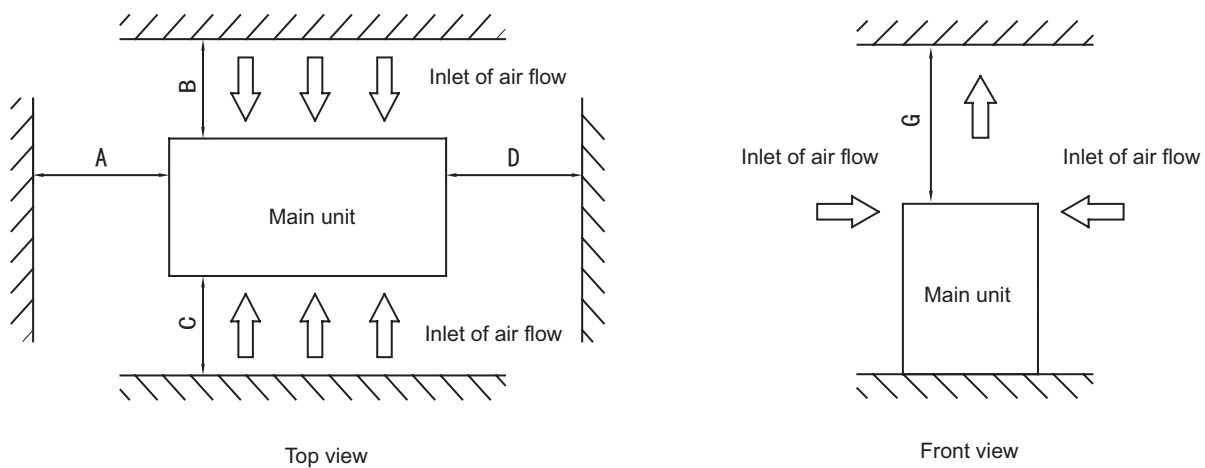
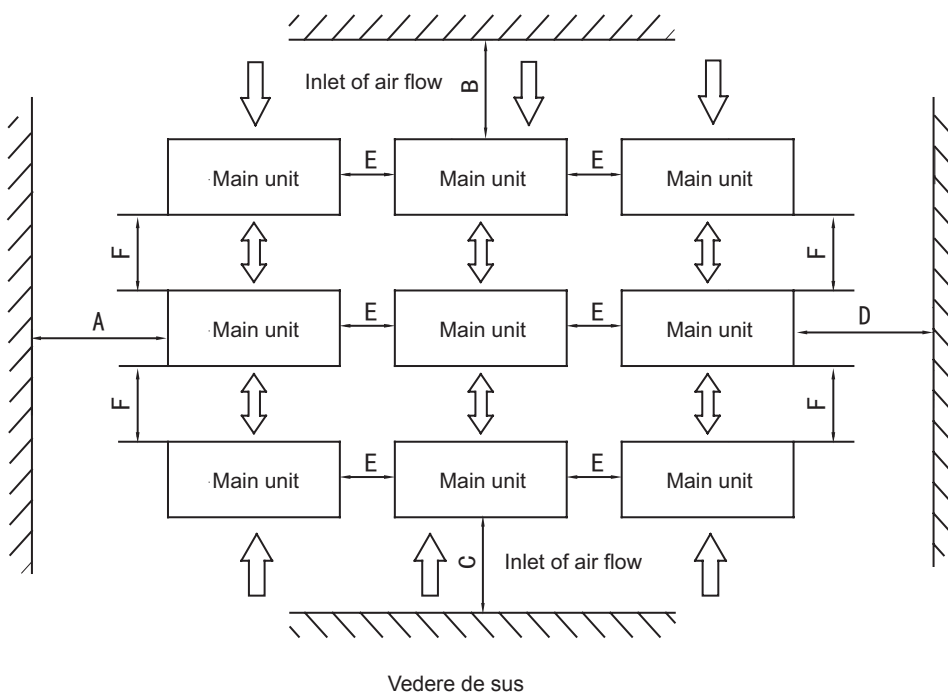

Fig. 6-4 Instalarea unei singure unități
Fig. 6-5 Instalarea mai multor unități
- Pentru a evita reîntrarea aerului în condensator și defecțiuni de operare ale unității, instalarea în paralel a mai multor unități modulare trebuie să respecte direcția și distanța din Fig. 6-4, Fig. 6-5 și Tabelul 6-2.